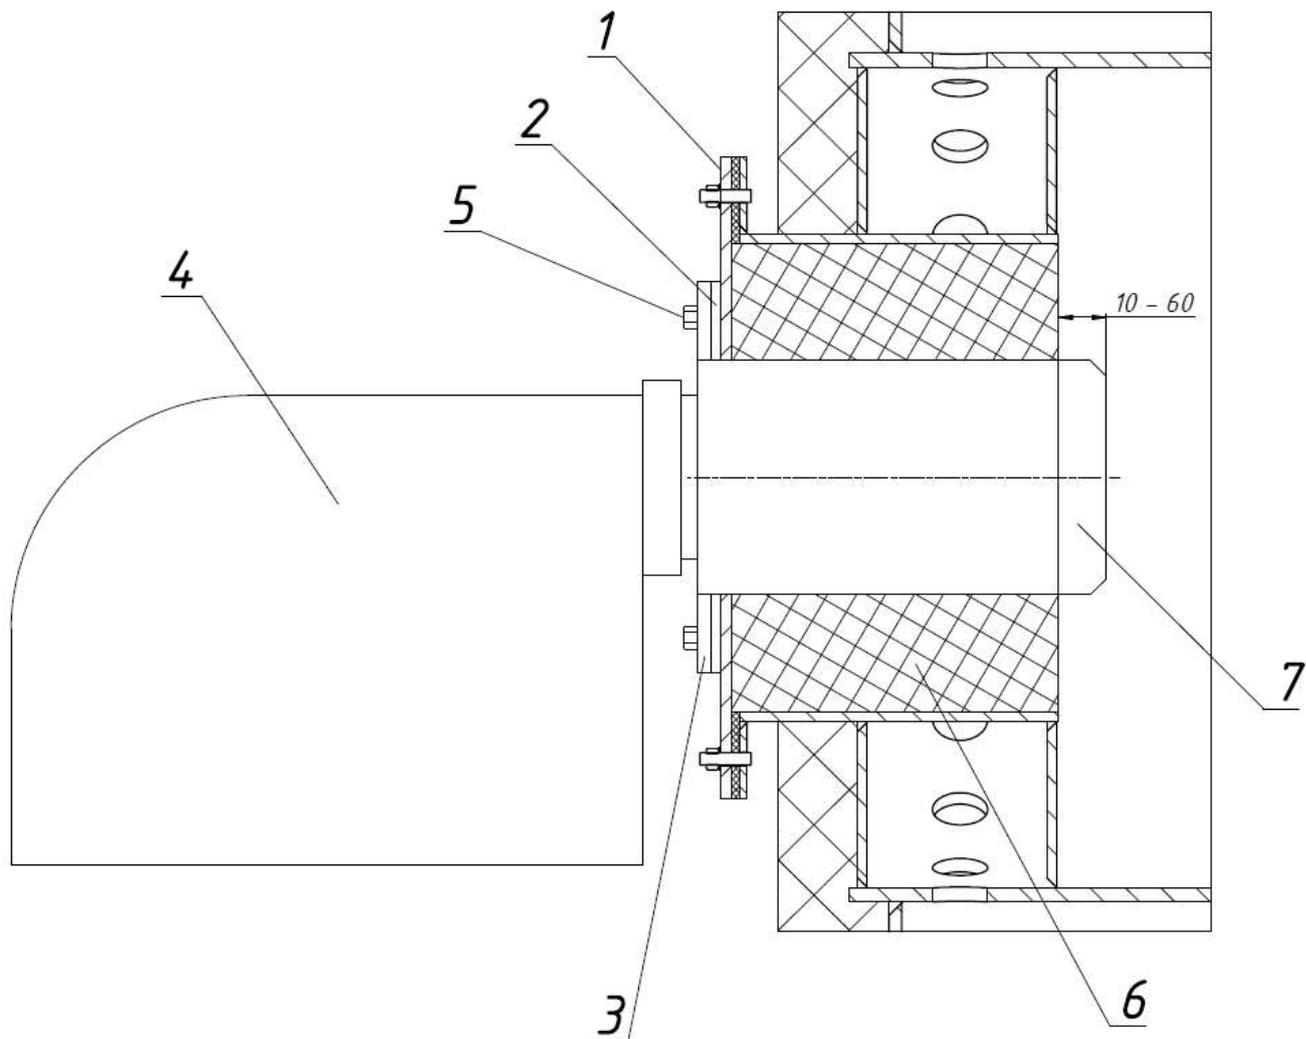

Рисунок 4 – Установка горелки
Перед установкой горелки необходимо произвести следующие операции (см. рисунок 4):
***При установке горелки следует обеспечить герметичность соединения. Кольцевой зазор между горелкой и вставкой жаровой трубы необходимо уплотнить жаростойкой минеральной ватой (базальтовым волокном), см. рисунок 4.***